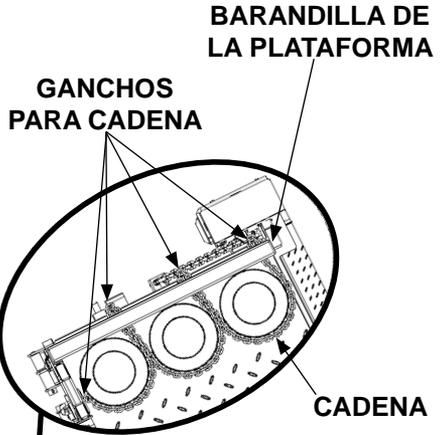

FIG. 17-1A
2. Mueva la carga a través de la rampa (FIG. 17-1) hacia la plataforma, pero nunca eleve ni recargue cargas en la rampa. Asegúrese de que las botellas de as descansen contra la barandilla de la plataforma (FIG. 17-1A) y el ángulo de soporte (FIG. 17-1B).
3. Desenganche la cadena de la barandilla de la plataforma como se muestra en la **FIG. 17-1A**. Deslice la carga hacia el vehículo cuidadosamente (**FIG. 19-1**).